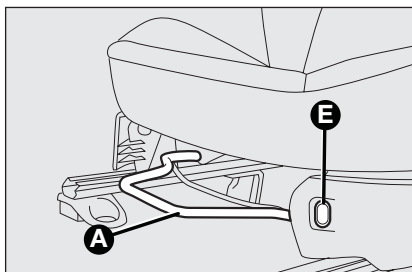

Abb. 17
Längseinstellung Abb. 17
Sitzheizung Abb. 17 (modellabhängig)
VORSICHT Wenn Sie am Hebel **D** ziehen, bevor Sie den Sitz in seine ursprüngliche Position zurückgeschoben haben, geht die von der Rückstellfunktion vorgemerkte Position verloren. In diesem Fall müssen Sie die Längseinstellung des Sitzes erneut vornehmen **Abb. 17**.
Um den Sitz in seine ursprüngliche Position zurückzustellen, schieben Sie ihn an der Rückenlehne nach hinten (Bewegung ④). Betätigen Sie den Hebel **D** (Bewegung ⑤) und rasten Sie die Rückenlehne wieder in ihrer Position ein (Bewegung ⑥). Stellen Sie die Längsposition des Sitzes über den Hebel **A**-**Abb. 17** ein.